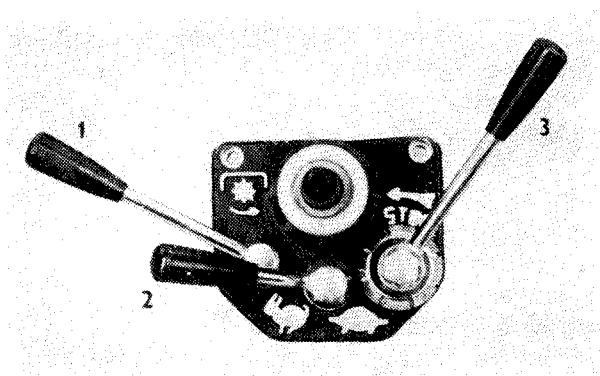

Fig. 16
1. Levier de commande de l'embrayage de l'arbre de prise de force (fig. 16/1)
2. Levier de commande de multiplicateur du couple (fig. 16/2)
3. Manette accélérateur manuelle (fig. 16/3).